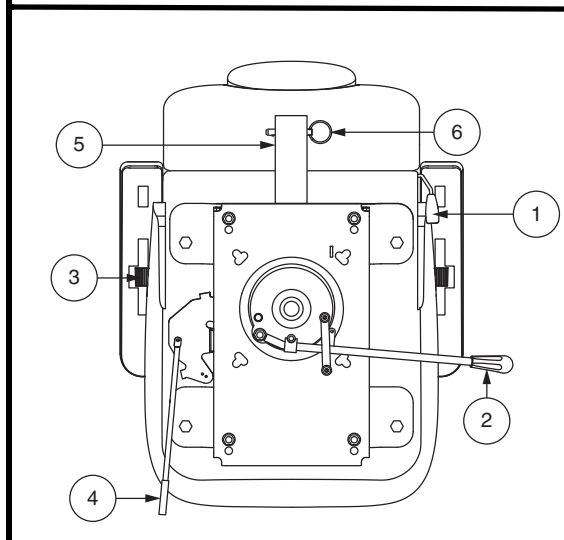

Abb. 15. Sitzeinstellungen
Um die verstellbare Rückenlehne einzustellen, befolgen Sie diese Schritte. **Siehe Abb. 15.**
1. Zum Entriegeln des Sitzes den Sitzverschluss je nach Sitztyp entweder nach oben ziehen oder nach vorne schieben. **Siehe Abb. 15.**
Der Armlehnenwinkel Ihres Personal Elektromobils kann nach oben oder nach unten verstellt werdendurch das Drehen der Einstellscheiben. **Siehe Abb. 15.**
1. Drehen Sie den Hebel zur Verstellung der Sitzposition nach aussen. **Siehe Abb. 15.**
Die Zubehörhalterung am Heck ermöglicht es Ihnen, persönliche Zubehörkomponenten wie Korb, Gehhilfe oder Sauerstofftank hinter dem Personal Elektromobil anzubringen. Verwenden Sie den Sicherungsstift, um das Zubehörteil sicher an der Halterung zu befestigen. **Siehe Abb. 15.** Für weitere Informationen wenden Sie sich an Ihren Vertragshändler.